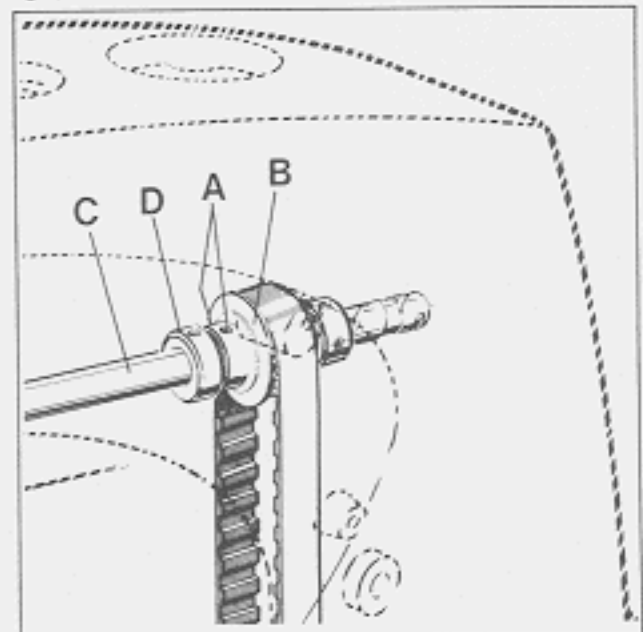

Fig.40
While rotating pulley in operating direction, the spreader should begin to move from its extreme left position to the right as the needle bar descends 0,8 to 1 mm (.032 to .040 in.) from top of stroke. Adjustment for timing the spreader travel can be made by loosening the two screws (A, Fig. 40) in the hub of sprocket (B), right inside the arm casting, advance or retard sprocket on shaft for spreader drive (C) as required. Thrust hub of sprocket against collar (D) when retightening screws (A).
Drehen Sie am Handrad in Nährichtung, der Leger soll beginnen sich aus seiner linken Endstellung nach rechts zu bewegen, wenn sich die Nadelstange von ihrer obersten Stellung etwa 0,8 bis 1 mm nach unten bewegt hat. Die Legerbewegung läßt sich nach Lösen der beiden Schrauben (A, Fig. 40) in der Nabe des Zahnriemenrades (B), rechts im Maschinenarm und entsprechendes vor- oder zurückdrehen des Zahnriemenrades auf der Welle für Legerantrieb (C) zeitlich abstimmen. Beachten Sie, daß die Nabe des Zahnriemenrads am Stelling (D) anliegt, wenn Sie die Schrauben (A) wieder anziehen.